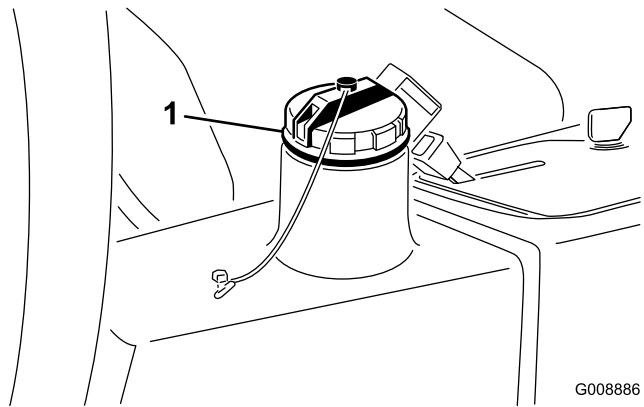

図 71
4. タンク（図 71）に油圧オイルを入れる。容量は約 13.2 リットル；油圧系統を点検する」を参照。